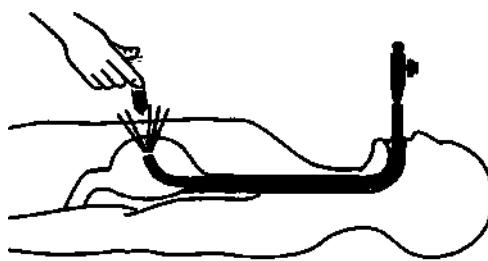

Рис. 7.
- Выполните местное обезболивание всех слоев брюшной стенки, медленно продвигая шприц в просвет желудка (Рис. 7).